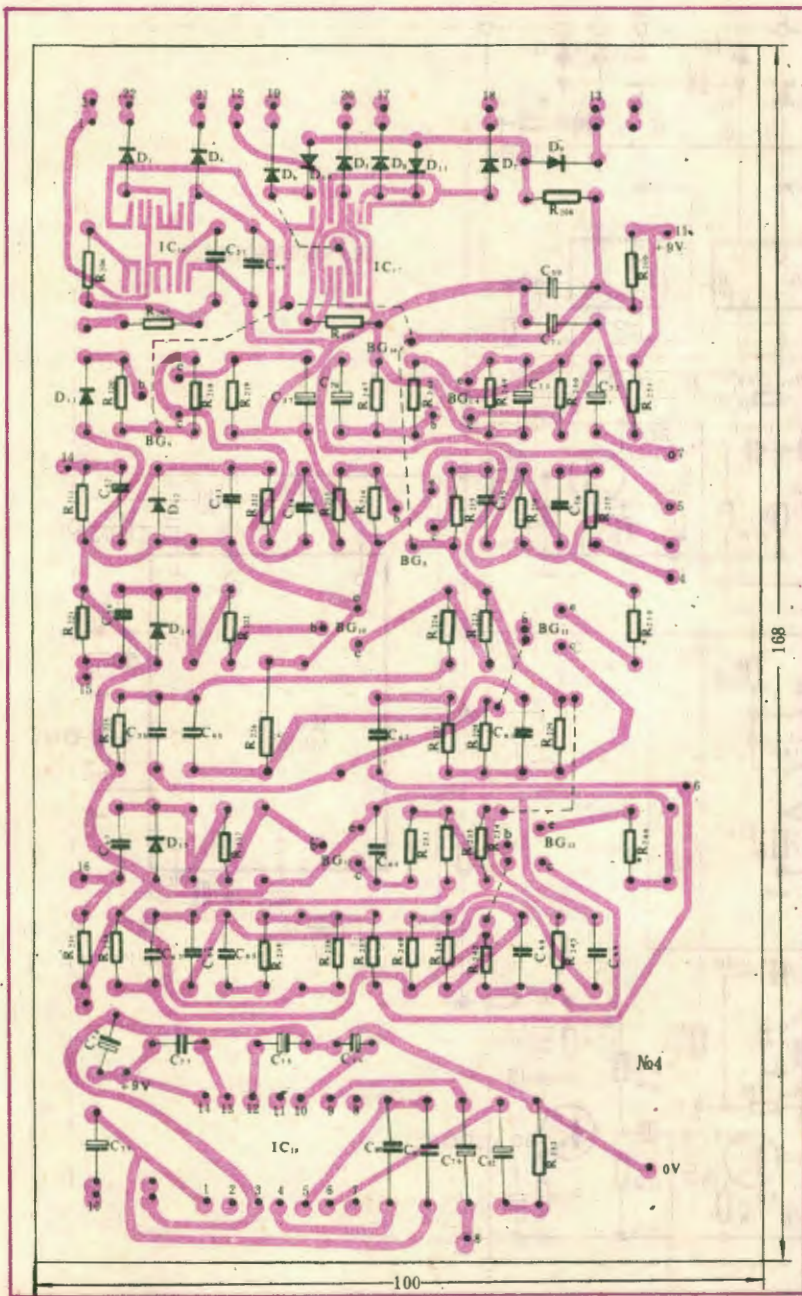

图12 No4印制电路板图(M1:1)
4. 自动节奏电路 (№4) 包括节奏程序控制电路、打击乐器振荡电路、节奏乐音音频放大电路等。其电原理图如图 11 所示, 印制电路板如图 12 所示。